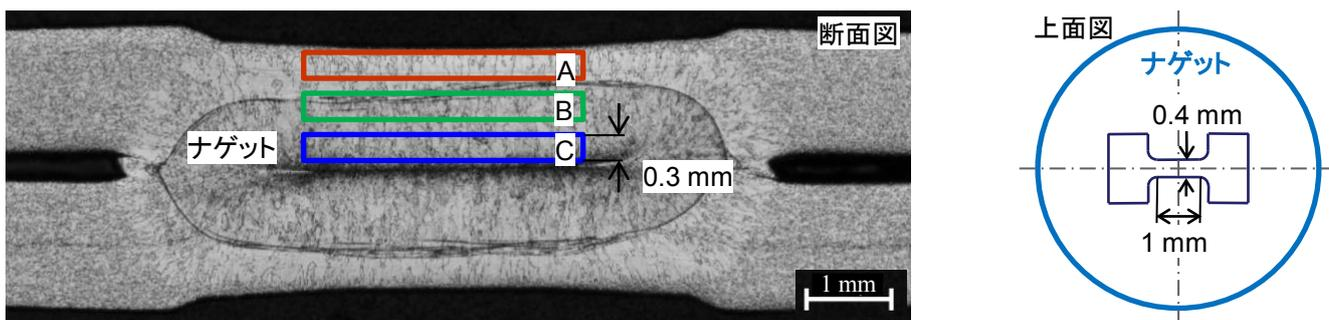

図1 スポット溶接部断面組織と引張試験片採取位置
- 軟鋼GA鋼板(板厚1.6 mm)の2枚重ねスポット溶接ナゲット中心位置より、板面に平行な方向に極微小引張試験片(平行部長さ1.0 mm, 平行部幅0.4 mm, 厚み0.3 mm)を採取(図1)